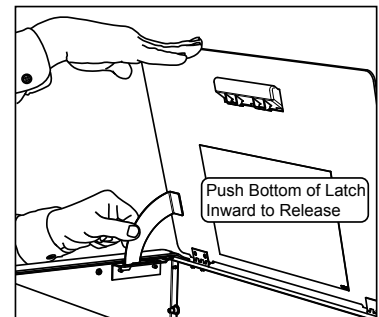

Figura 2.3
**4.** Inspeccione la tolva y asegúrese de que hay combustible de pellets en la tolva. Si hay combustible en la tolva, cierre la tapa y continúe con el paso 5, Figura 2.3.